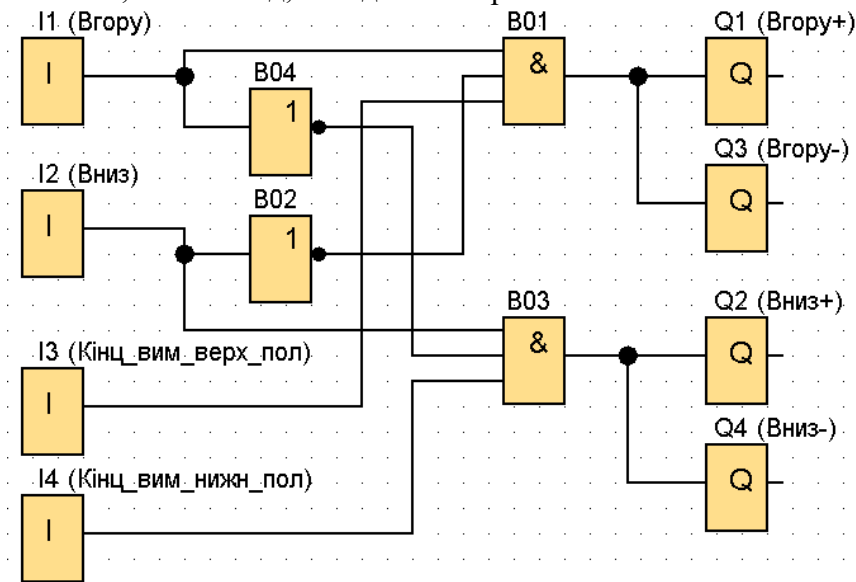

Рис. 4. Програма керування підйомником
Програма керування підйомником у вигляді функціональної, що здійснює вказане керування підйомником, має вигляд, наведений на рис. 4.
3. Яку функцію здійснює блок В01 на рис. 4?
4. Що здійснює блок В02 на рис. 4?